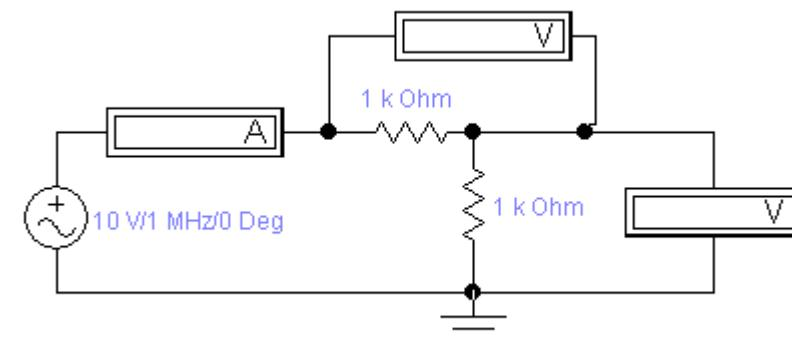
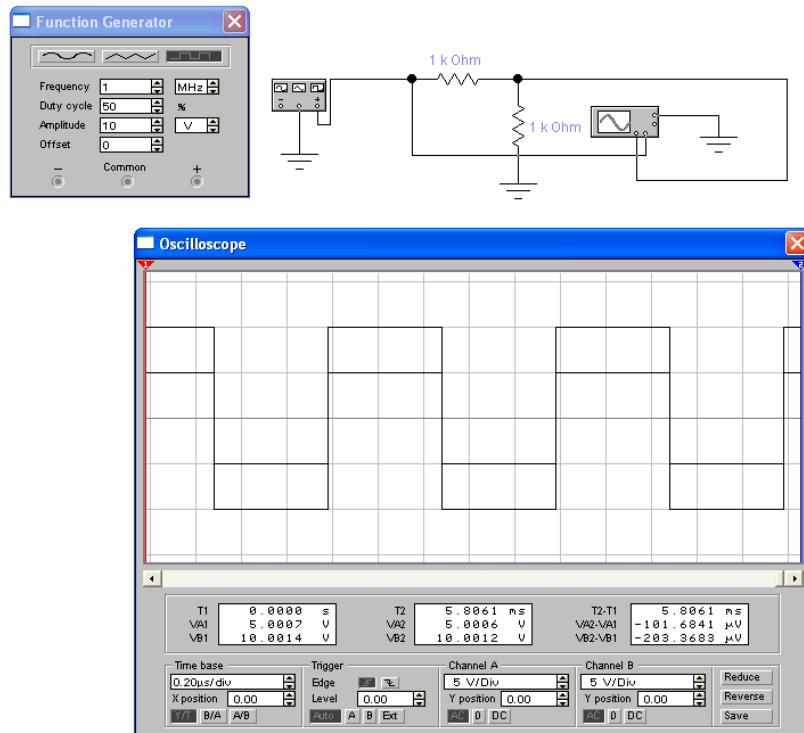

Рис. 1.7
Рис. 1.11
В программе WorkBench постройте цепь, показанную на рис. 1.7, задайте те же параметры, что и для модели в MicroCAP. В измерительных приборах установите режим измерения переменного сигнала (AC). Определите действующие значения напряжений в узлах и тока цепи, запишите результаты в табл. 1.4, проанализируйте, чем они отличаются от предыдущих, сделайте выводы.
Проведите моделирование цепи вида рис. 1.7 в программе WorkBench, как показано на рис. 1.11. Для функционального генератора установите импульсный сигнал – мейндр с той же частотой, что и в программе MicroCAP. Проведите моделирование, сравните результаты.
Установите пилообразный сигнал генератора, получите временные диаграммы наблюдаемых на рис. 1.11 напряжений.